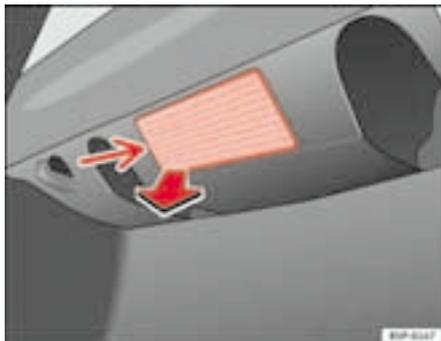

Fig. 192 Luz maletero
- Extraiga la tulipa haciendo presión sobre el borde de la parte interior de la misma -flecha- con ayuda de un destornillador por su parte plana. ⇒ fig. 192